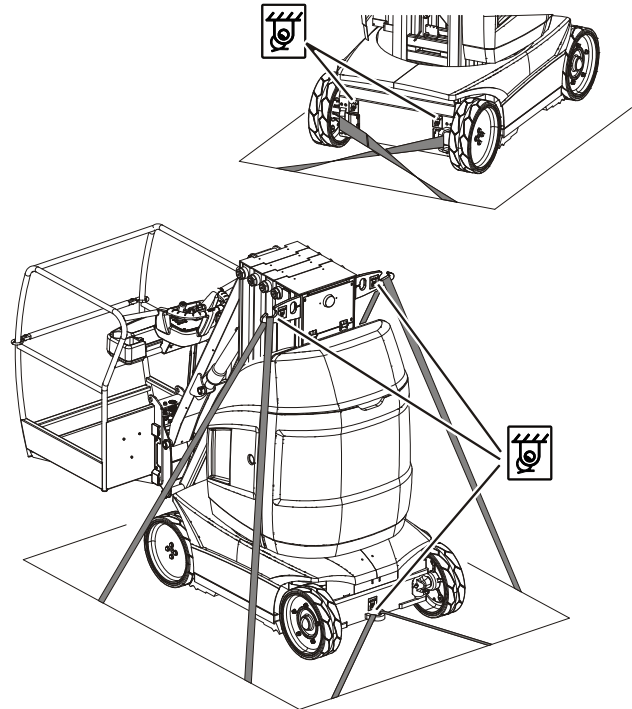

Figura 4-9. Fixação da máquina
- A máquina deve ser presa na caixa aberta ou na plataforma de reboque como ilustrado na Figura 4-9.